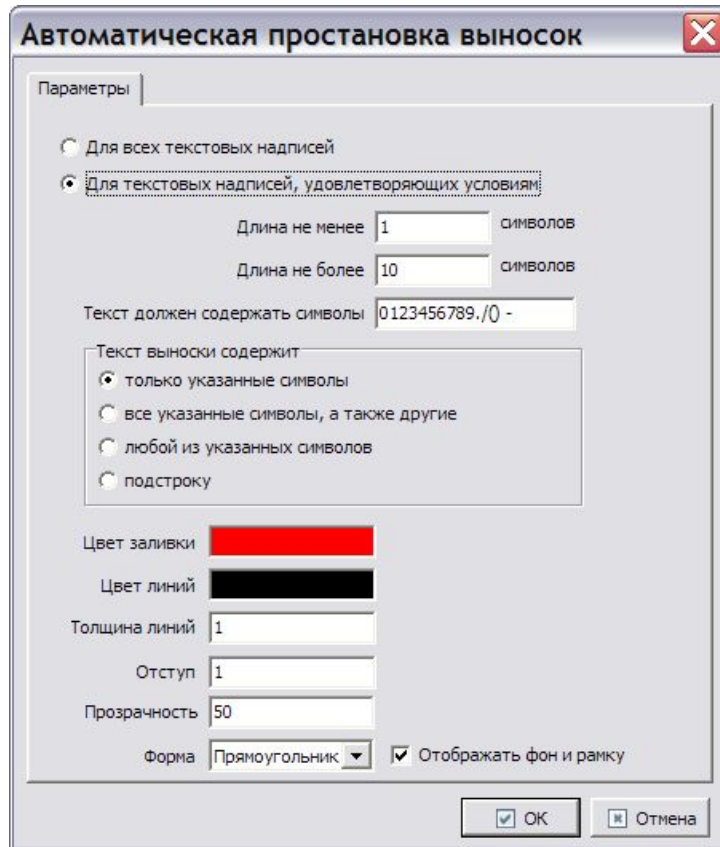

Рис. 3.123
3. На **Панели инструментов для листов** выберите инструмент **Автоматически создать выноски** . При этом появится диалоговое окно **Автоматическая простановка выносок** (Рис. 3.123).